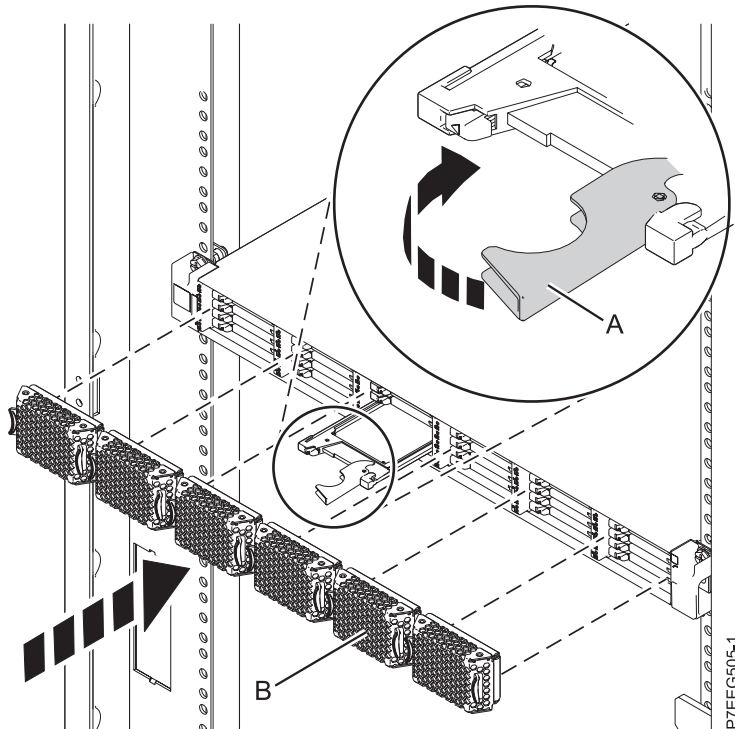

Figure 3. Installation d'une unité SSD dans le boîtier de stockage PCIe 58/88
1. Avec la poignée en position déverrouillée, alignez l'unité SSD avec les rails de guidage dans le boîtier. Pour plus d'informations, voir figure 3, à la page 10.